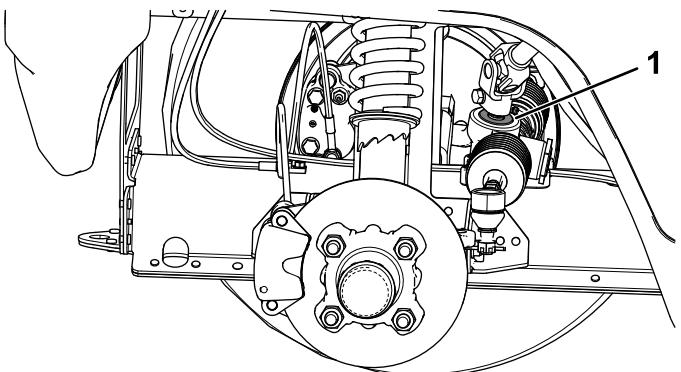

Figura 46
**Importante:** Inspeccione la condición y la integridad del retén del eje del piñón (Figura 46).